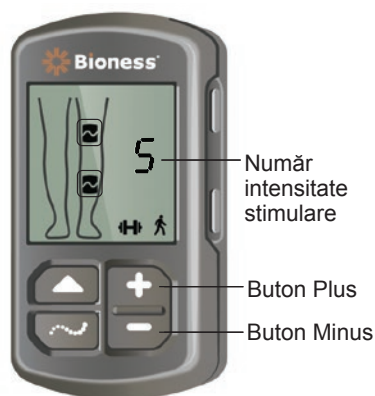

Figura 4-9: Ajustarea intensității stimulării
1. Apăsați butonul Plus sau Minus de pe unitatea de control sau de pe dispozitivul GIE pentru a mări sau micșora intensitatea stimulării. Consultați Figura 4-9.
1. Intensitatea stimulării trebuie ajustată separat pentru fiecare GIE conectat. Apăsați pe butonul Selectare de pe unitatea de control pentru a selecta dispozitivul GIE pentru gambă sau dispozitivul GIE pentru coapsă. Consultați Figura 4-9.
2. Apăsați pe butonul Plus sau Minus de pe unitatea de control sau pentru a mări sau micșora intensitatea stimulării. Consultați Figura 4-9.